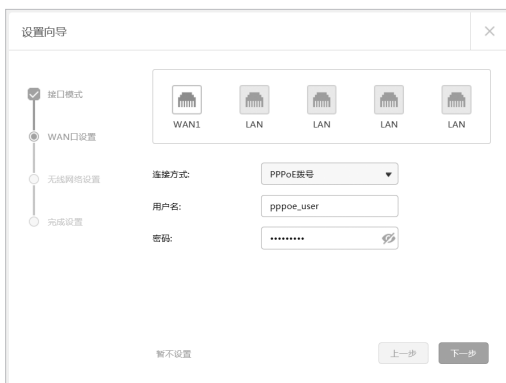

图6-4 WAN口设置-PPPoE拨号
- 如果连接方式为“PPPoE拨号”，即ADSL虚拟拨号方式，则需要填写网络服务商提供的上网账号与密码，如图6-4所示。